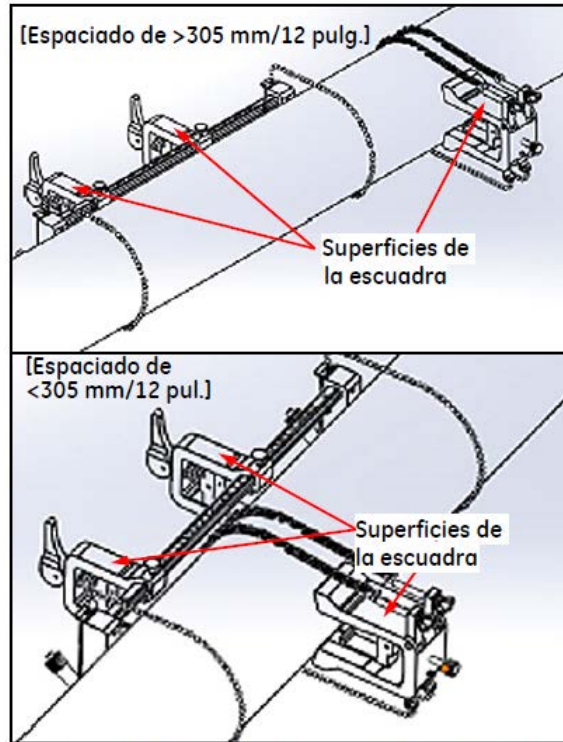

Figura 28: Yugo girado en posición horizontal
4. Gire el yugo hasta que se coloque en posición horizontal sobre el lado opuesto de la tubería respecto del accesorio de sujeción instalado anteriormente, como se muestra en Figura 28 más abajo.
5. Asegúrese de que las superficies superiores de la escuadra del yugo y las escuadras del accesorio de sujeción se sitúen exactamente en el mismo plano horizontal (véase Figura 28 más arriba). Coloque la abrazadera fija del accesorio de sujeción a cero en la escala.